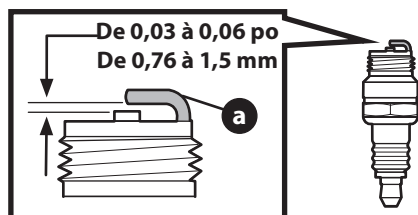

Figure 10
6. Mesurez l'écartement avec une jauge d'épaisseur. Pliez un peu le côté de l'électrode (a) pour ajuster l'écartement. (Figure 10). L'écartement doit être de 0,76 à 1,5 mm (de 0,03 à 0,06 po).